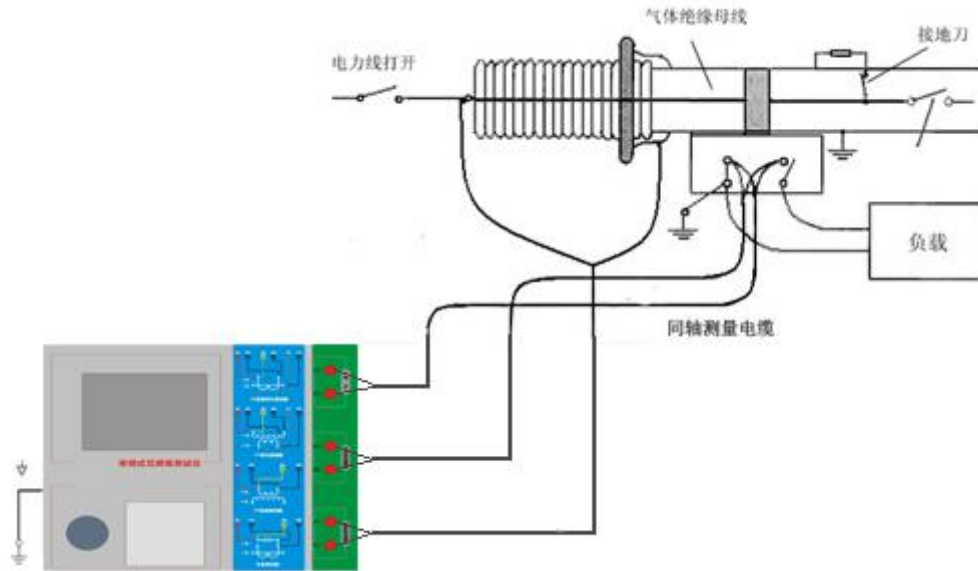

图 C.4 测试仪对 GIS (SF6) 开关上的 CT 测试时的接线方式
4. 测试仪在对 GIS (SF6) 开关上的 CT 测试时的接线方式如图 C.4 所示。